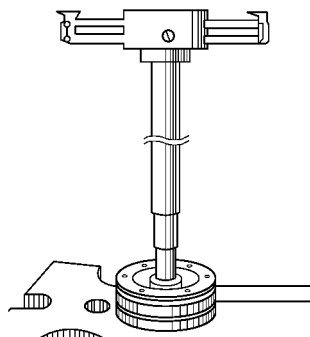

图 4 - 29 压出万向节内圈
(4) 用榔头从传动轴上卸下万向节外圈 ,然后用专用工具压出万向节内圈 ,如图 4 - 29 所示。
(5) 在钢球球笼和壳体上标出球毂的位置。